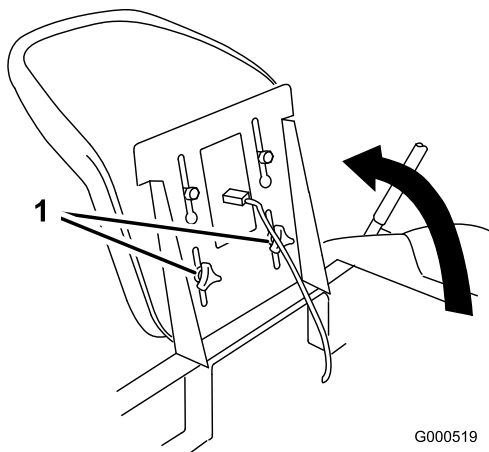

Figura 13
1. Suba el asiento y afloje los pomos de ajuste lo suficiente para poder desplazar el asiento (Figura 13).